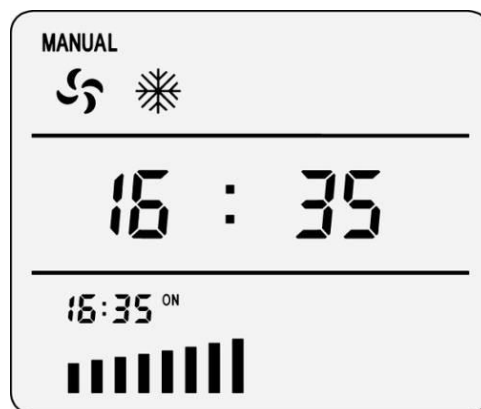

Рис. 8.4 Окончание установки
4) для завершения процесса установки нажмите , на экране отобразится текущее время 16:35, а надпись «ON» покажет, что установки таймера включения завершены и таймер установлен (рис. 8.4).